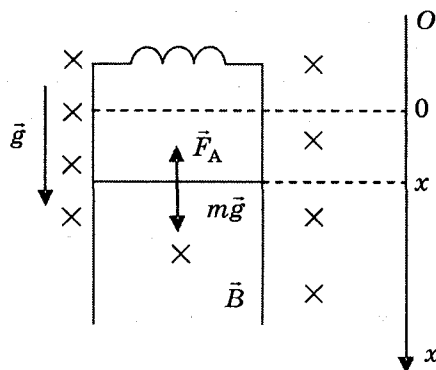

Рисунок 9
**Задача 5.** В однородном горизонтальном магнитном поле индукцией  $\vec{B}$  расположены на расстоянии  $l$  два вертикальных металлических стержня, замкнутых в верхней части на катушку индуктивностью  $L$ . По стержням (рис. 9) без трения начинает скользить проводник массой  $m$ . Определите максимальное смещение проводника, его максимальную скорость и период колебаний. Сопротивлением стержней можно пренебречь.